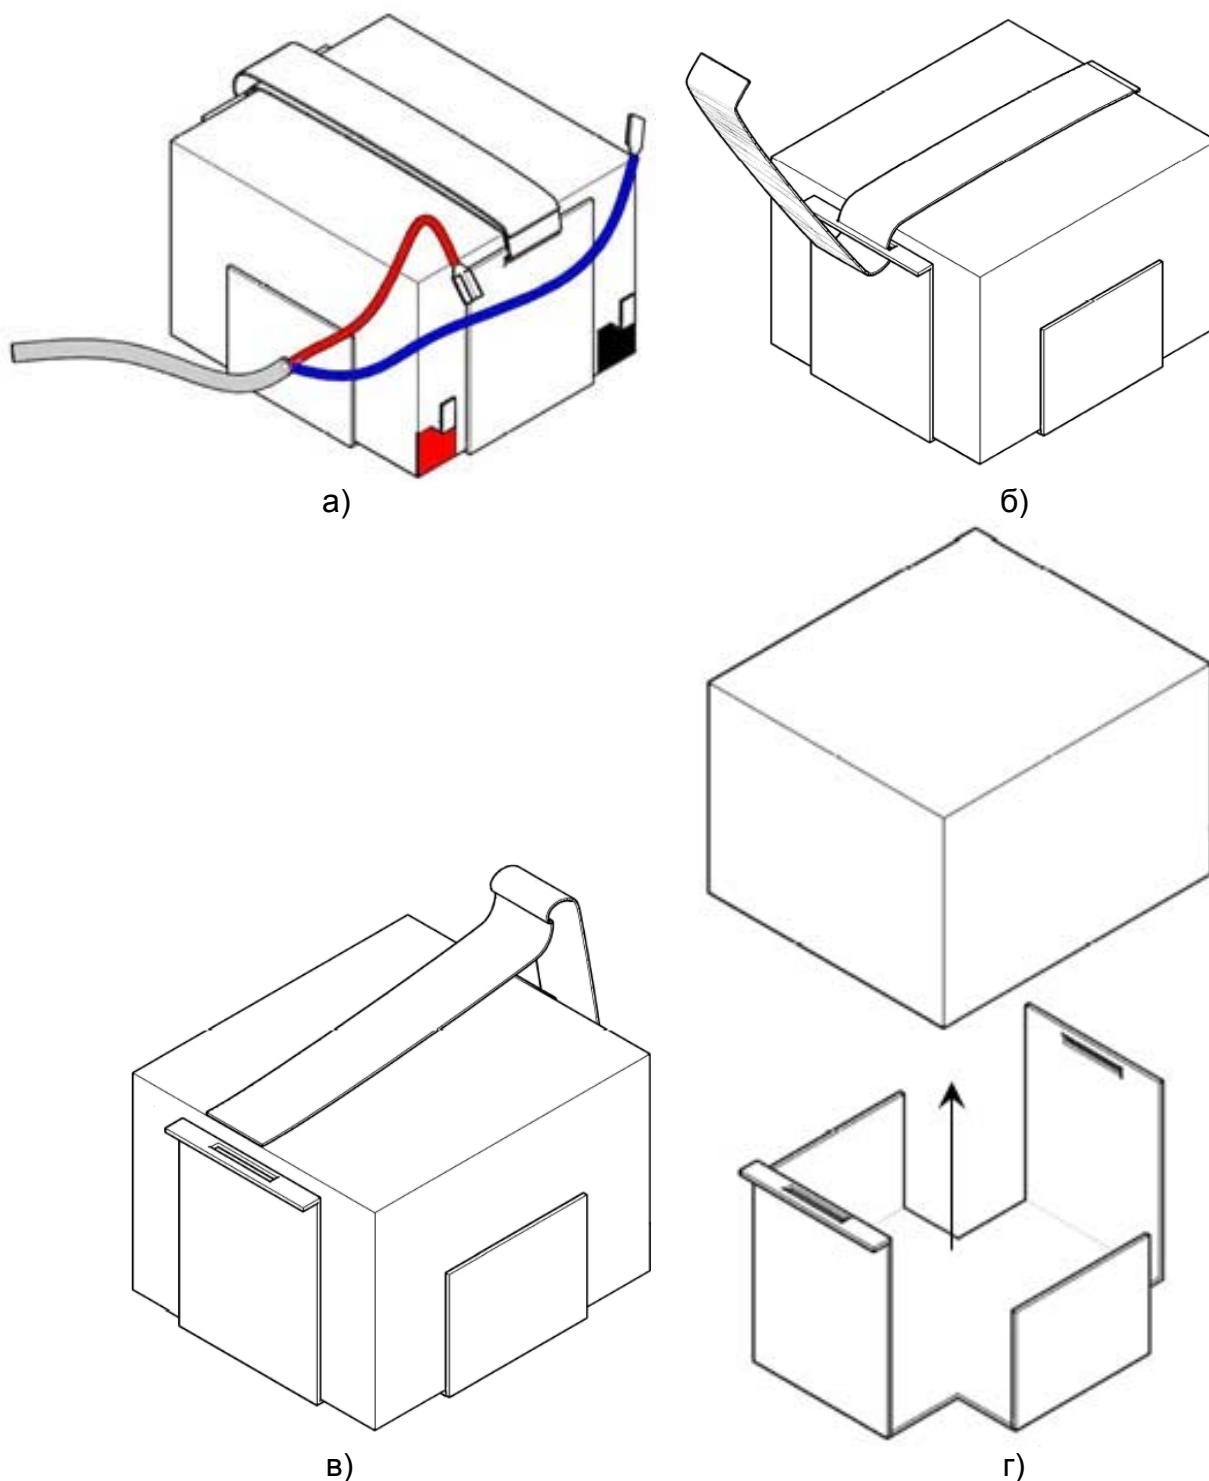

Рисунок 4.4.2 – Замена аккумулятора
- 1) Отсоединить клеммы «+» и «-», рисунок 4.4.2а;
- 2) Снять ремешок-липучку, рисунок 4.4.2б, 4.4.2в;
- 3) Вынуть аккумулятор, рисунок 4.4.2г;